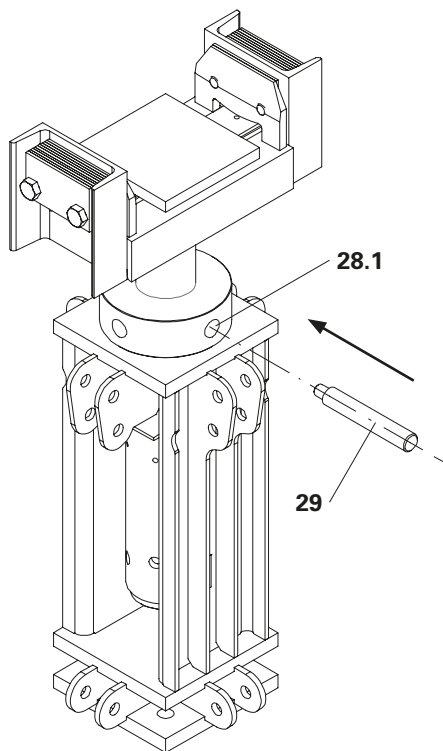

Fig. D1.01
1. Inserire l'albero di montaggio VST (29) nel dado del mandrino (28.1). (Fig. D1.01)